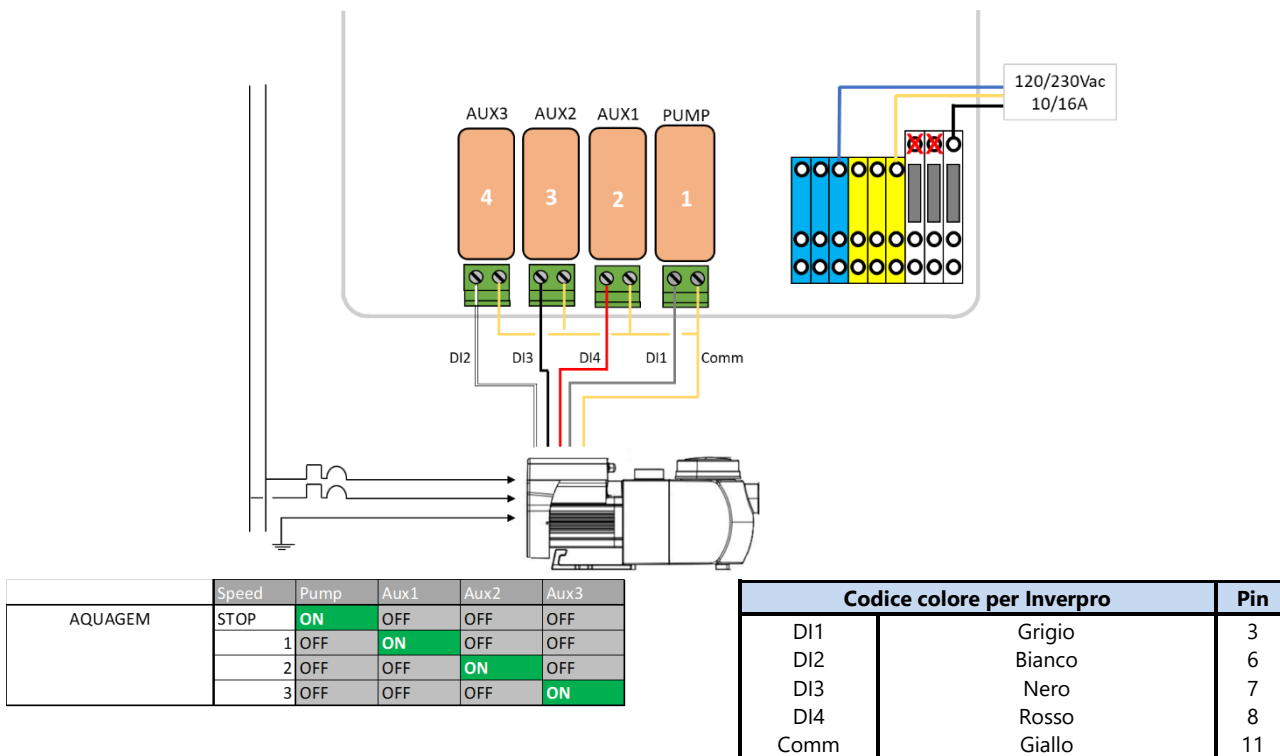

Figura 23 - AQUAGEM iSAVER+, Inverpro, Inverstar, ACIS Varipool, CF Vitalia VS
- Una sezione della tubazione da verticale a orizzontale con flusso ascendente (vedere la Figura 23).